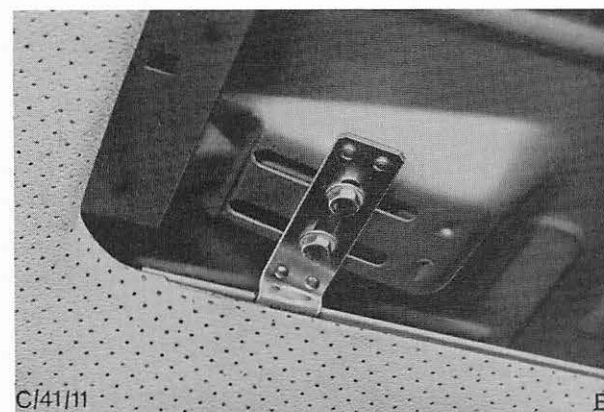

Abb. 10 Schrauben – hintere Verstellklemmen
15. Vorderes Gleitstück – Deckel in Führungsschiene lose vormontieren. Abb. 10.